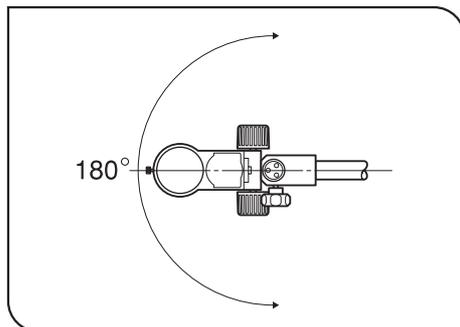

Fig. 8
4. Para girar el brazo de depósito horizontalmente, afloje el mando de fijación de rotación del brazo de depósito. (Fig. 8)